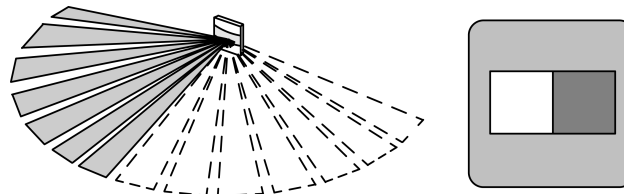

рисунок 12: Ограничение поля обнаружения
При необходимости поле обнаружения можно ограничить (рисунок 12).
- Смонтировать заслонку (рисунок 12). Угол распознавания ок.  $90^\circ$ .